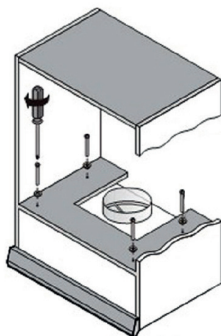

Рис. 2
3. С помощью винтов с шайбами с монтажного комплекта и отвертки прикрепите вытяжку к шкафу. (Рис. 2)